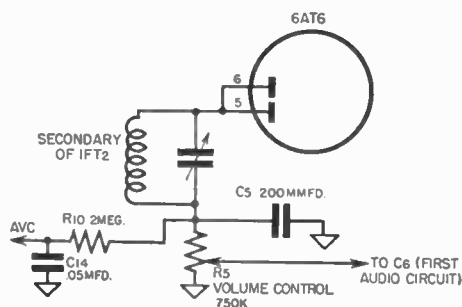

Fig. 8-28. Detector circuit.
e) Detector Circuit. See Figure 8-28.